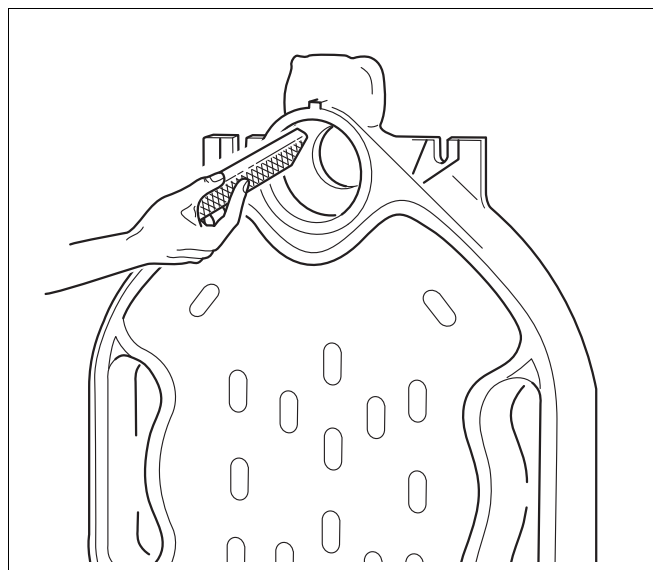

Рис. 7 Зачистка заусенцев
- ▶ Зачистите напильником заусенцы, если они есть на ступицах (рис. 7).
- ▶ Зачистите напильником заусенцы, если они есть на ступицах (см. рис. 7).